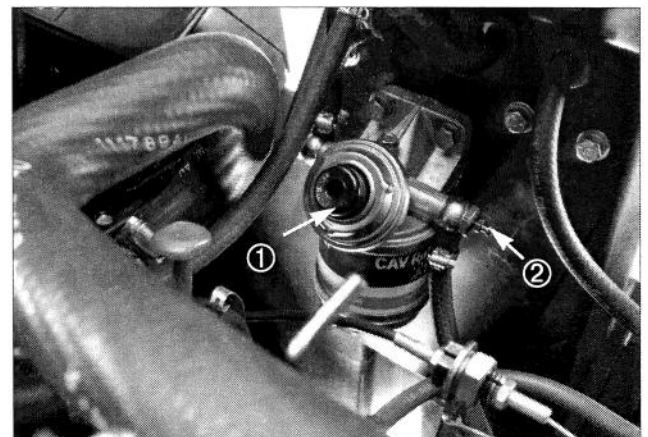

Figure 19
AMORCAGE DU SYSTEME D'ALIMENTATION (Fig. 19 & 20)
3. Dévisser de plusieurs tours la vis de purge du filtre à carburant/séparateur d'eau (Fig. 19). Actionner le piston d'amorçage jusqu'à ce que la carburant s'écoule régulièrement de la vis de purge. Lorsque le carburant ne mousse plus, serrer la vis de purge pendant la course descendante du piston d'amorçage. Essuyer le carburant qui aura coulé.